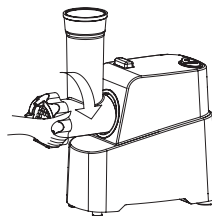

рис. 5
5. Зафиксируйте конструкцию с помощью фиксирующего кольца, завернув его по часовой стрелке, как указано на рис. 5. Не затягивайте кольцо слишком туго.